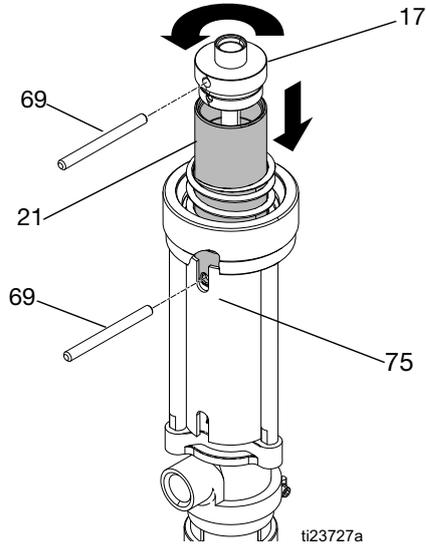

FIG. 13
5. Faites correspondre la fente de la protection (75) avec le trou du piston et placez l'outil à goupille (69) dans le trou du piston pour l'empêcher de tourner. Utilisez le deuxième outil de goupille (69) pour dévisser le bouchon (17) du piston et l'enlever du piston (21) pour dégager la goupille du goujon (19). Voir FIG. 13.